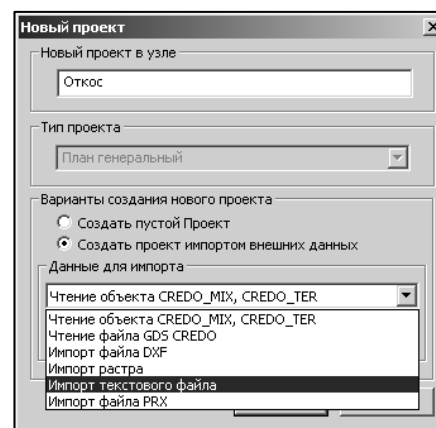

Рис. 3.6
4. В диалоговом окне **Открыть** укажите путь к папке **Исходные данные** и в ней файл **Откос.txt**. Нажмите **Открыть** и **ОК**, откроется окно утилиты **Универсальный импорт пунктов** (рис. 3.6).